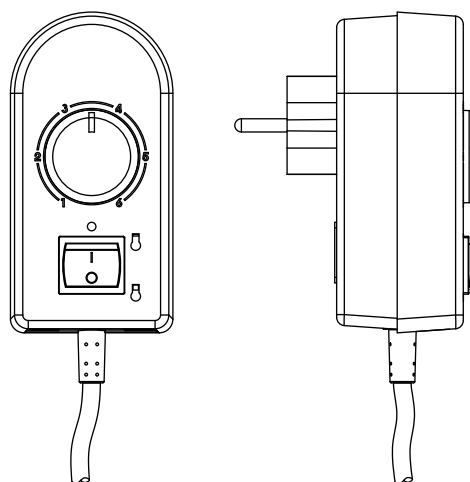

Fig.2
**Il est nécessaire de placer le régulateur R10A à la prise de courant en position verticale**, de manière que la sortie du câble débouche toujours en bas (voir Fig. 2). Aucune autre position n'est admissible !